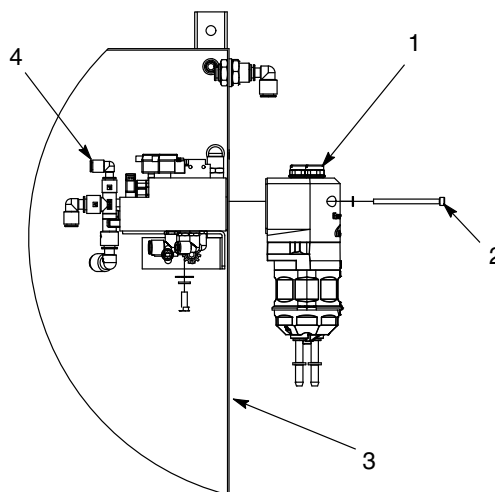

図 10 ポンプをキャビネットへの取り付け
1. 図 10 を参照。ポンプのガスケット (1) を絶対に破損させないでください。必要があればガスケットを交換します。
2. ポンプを、キャビネット壁 (3) 上の適切なマニホール位置 (4) に合わせます。ポートの位置は、7ページのポートポンプ機能を参照してください。
3. ポンプを、ポンプ取り付けハードウェア (2) を使用し、キャビネット壁に手締めで固定します。